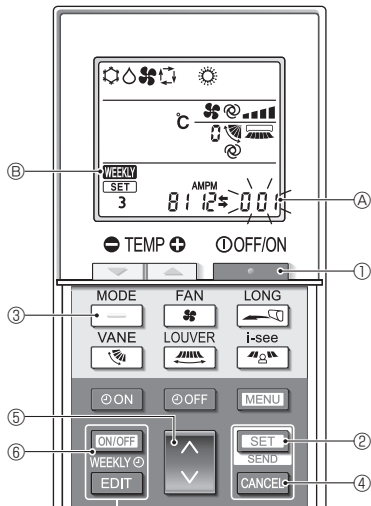

Fig. 5-13
- MENU** düğmesine ② basın.
5.10.8. Otomatik mod çalışmasının devre dışı bırakılması (Fig. 5-13)
1. Klimayı durdurmak için **OFF/ON** düğmesine ① basın.
2. Haftalık zamanlayıcı etkinleştirilmişse, zamanlayıcıyı devre dışı bırakmak için **ON/OFF WEEKLY** düğmesine ⑥ basın. (**WEEKLY** ⑥ kaybolur.)
3. 2.5 saniye boyunca **SET** düğmesine ② basın.
4. Ünite işlev ayar moduna girer. (Grup modeli ayar numarası (A) yanıp söner.)
5. **UP** düğmesine ④ basın.
7. Ayarları tamamlama (Fig. 5-13)
8. 5 saniye boyunca **SET** düğmesine ② basın.